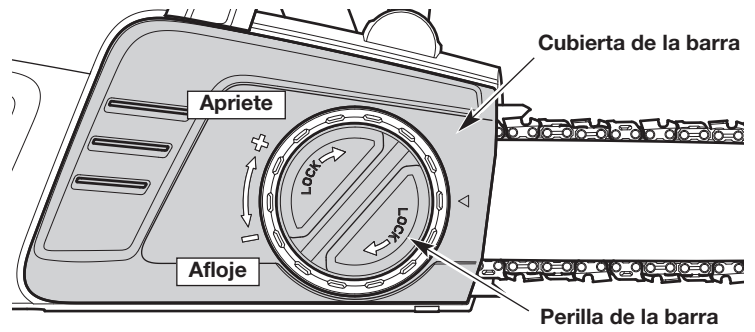
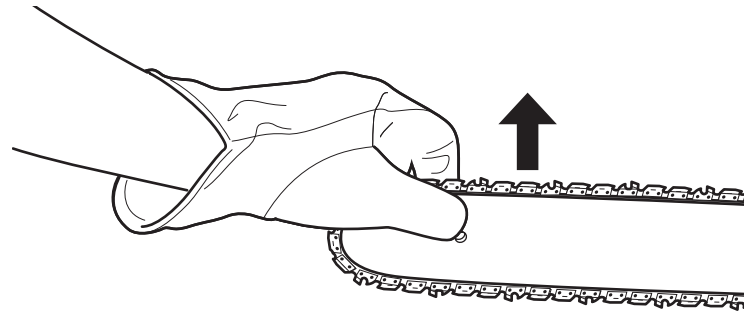
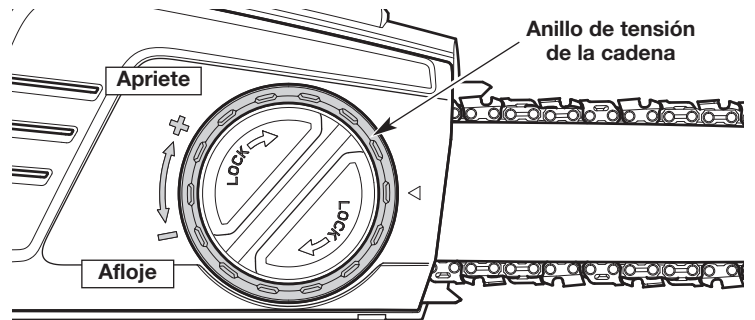
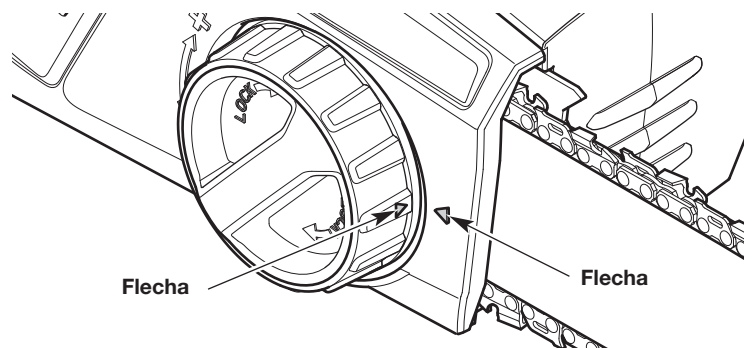

Fig. 39
Fig. 40
Fig. 41
Fig. 46
1. Gire la perilla de la barra en el sentido contrario a las agujas del reloj para aflojar el acoplador (Fig. 39). **NO** saque completamente la tapa de la barra.
2. Sostenga la punta de la barra de guía hacia arriba (Fig. 40) y gire la perilla de tensión de la cadena para ajustar la tensión (Fig. 41).
3. Continúe sosteniendo la punta de la barra hacia arriba (Fig. 40). Gire la perilla de la barra en el sentido de las agujas del reloj para ajustar de manera segura la tapa de la barra (Fig. 39).
1. Gire la perilla de la barra en el sentido contrario a las agujas del reloj para aflojar la tapa de la barra (Fig. 39).
5. Gire el anillo de tensión de la cadena (Fig. 41) hasta que la flecha que está en el anillo quede alineada con la flecha que está en la cubierta de la barra (Fig. 46).
7. Gire el anillo de tensión de la cadena (Fig. 41) en el sentido de las agujas del reloj hasta que la cubierta de la barra esté conectada a la carcasa del motor y la barra de guía empiece a moverse hacia adelante.
8. Gire la perilla de la barra en el sentido de las agujas del reloj para apretar la cubierta de la barra (Fig. 39). **NO** apriete completamente la perilla de la barra.
10. Sostenga la punta de la barra hacia arriba (Fig. 40). Gire la perilla de la barra en el sentido de las agujas del reloj para ajustar de manera segura la tapa de la barra (Fig. 39).